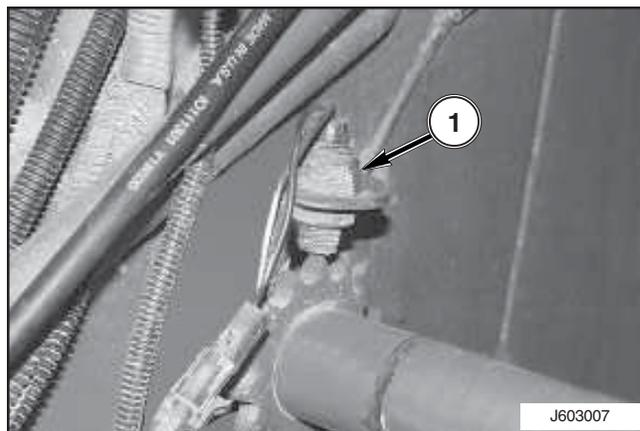

FIG. 5
FIG. 5: il sensore (1) di fasatura della pressa è azionato da un rocchetto presente sull'albero di comando ausiliario, sul lato destro della scatola ingranaggi. Se il rapporto tra il sensore di fasatura della pressa ed il ciclo del compressore non è corretto, si genera un allarme per avvisare l'operatore. Per consentire letture del carico precise e controllo puntuale delle altre funzioni della pressa, è indispensabile che il sensore di fasatura della pressa ed il circuito funzionino correttamente.